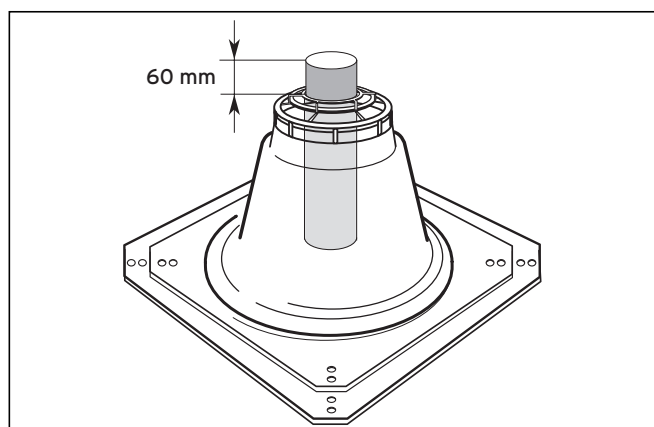

Fig. 4.17 Longueur de la conduite supérieure d'évacuation des fumées
- Etanchez le bord de la bouche de la cheminée avec de la silicone (3).
- Le cas échéant, vous pouvez réduire la base du chapeau de la cheminée (2) (en en sciant le bord).
- Fixez la base du chapeau de la cheminée (2) avec quatre vis sur le bord de la bouche de la cheminée.
- Contrôle : la conduite doit dépasser d'au moins 60 mm de la base du chapeau de la cheminée (cf. fig. 4.17).
- Bloquez la calotte du chapeau de cheminée (1) sur l'extrémité supérieure de la conduite d'évacuation des fumées.